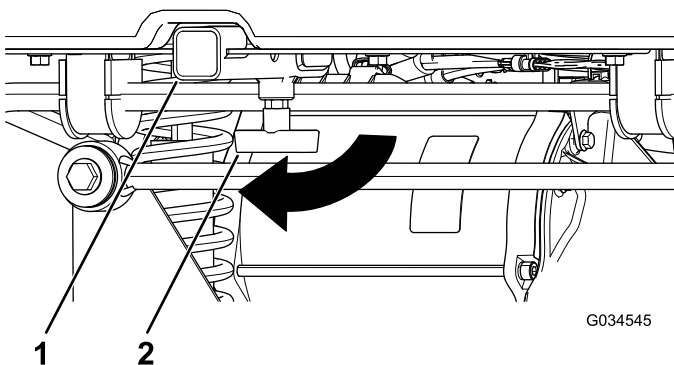

Figura 19
1. Slăbii mânerul „T” prin rotirea acestuia în sensul acelor de ceasornic (Figura 19).
2. Introducei accesoriul în receptor până când orificiile se aliniază (Figura 19).